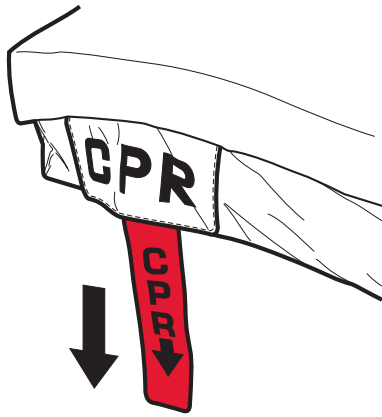

Figure 14
2. Localiser la sangle rouge étiquetée CPR (du même côté que la tubulure). Voir fig. 14.